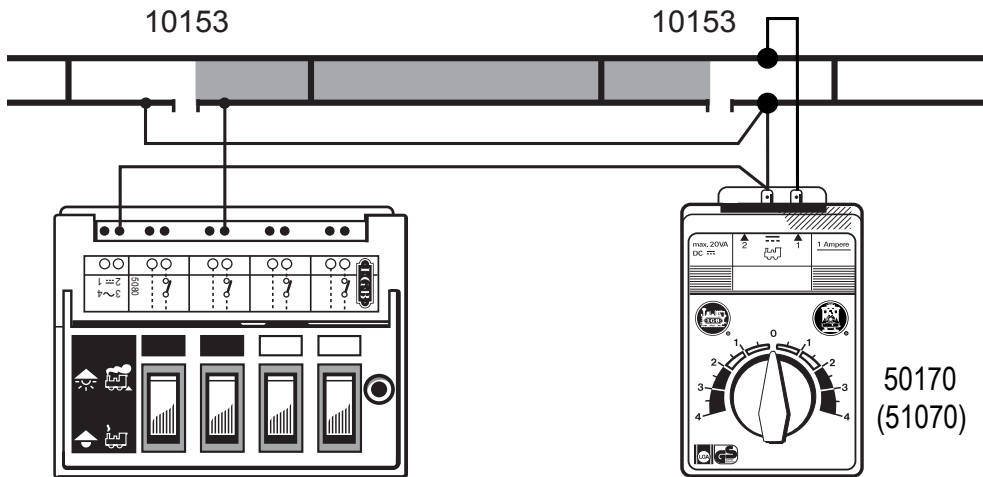

Bild 2, Ill. 2, Fig. 2, Afb. 2, Figura 2
- Mit zwei Unterbrechergleisen (10153), einem LGB-Schaltpult (51800) und einem LGB-Fahrregler können Sie einen isolierten Streckenabschnitt bauen. Dann können Sie eine Lok in diesem Abschnitt anhalten, während ein andere Lok weiterfährt (*Bild 2*).
- À l'aide de deux voies de rupture (10153), d'un pupitre de commande (51800) et d'une Commande LGB, vous pouvez constituer une section de ligne isolée. A présent, vous pouvez mettre une locomotive à l'arrêt dans cette section de ligne, pendant qu'une autre continue de rouler (*Fig. 2*).
- Met twee onderbrekingsrails (10153), een LGB schakelkastje (51800) en een LGB rijregelaar kunt u een geïsoleerde sectie opbouwen. Het is dan mogelijk om binnen deze sectie een loc te laten stoppen terwijl een andere loc doorrijdt (afb. 2).
- Puede construir un cantón de vía aislado con dos vías interruptoras (10153), un pupitre de conmutación LGB (51800) y un regulador de marcha LGB. A continuación, puede detener una locomotora en este cantón mientras otra continúa la marcha (Fig. 2).